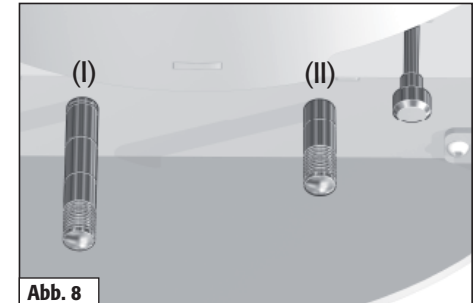

Abb. 8
Sekundärluft einstellen.	Sekundärluftschieber (II) zwischen Markierung 1 u. 2. (s. Abb.8)